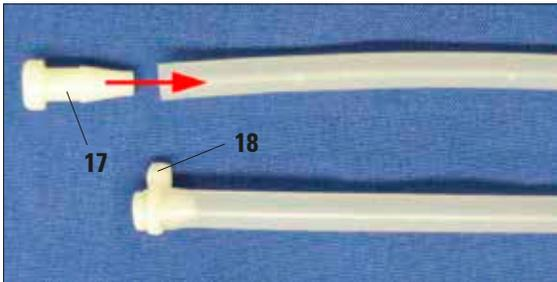

Fig. 27
Si solo se requieren una o dos estaciones de enjuague, los tubos que no se utilicen deben cerrarse con un tapón (17); véase la fig. 27.
- Para ello, presionar el tapón completamente mediante giros sucesivos en el extremo del tubo y, a continuación, asegurarlo con una abrazadera de cables (18).